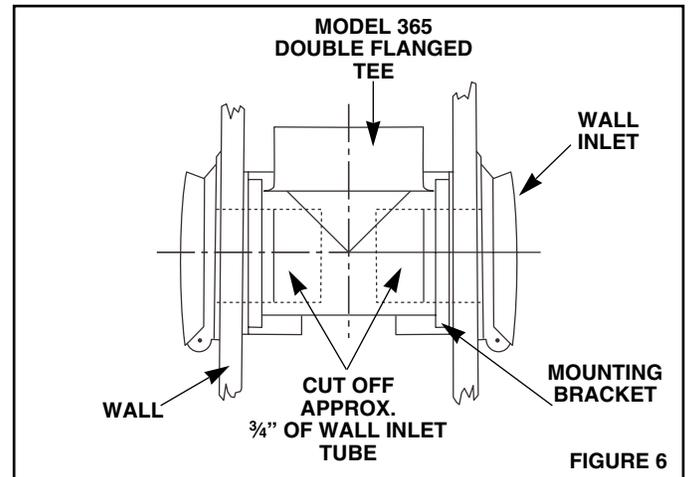

FIGURE 6
**NOTE:** When wall inlets are installed in  $\frac{1}{4}$ " or  $\frac{1}{2}$ " thick walls, the tube of the wall inlet may extend into elbow area of the flanged fitting and cause blockage. Shorten the wall inlet tube to prevent this condition. Refer to Figure 6.
**AVIS:** Lorsque les prises murales sont installées dans des murs de ¼ po ou ½ po d'épaisseur, le tuyau de la prise murale peut se rapprocher du coude du raccord à bride et causer une obstruction. Pour prévenir cette situation, raccourcissez le tuyau de la prise murale. Voir Figure 6.